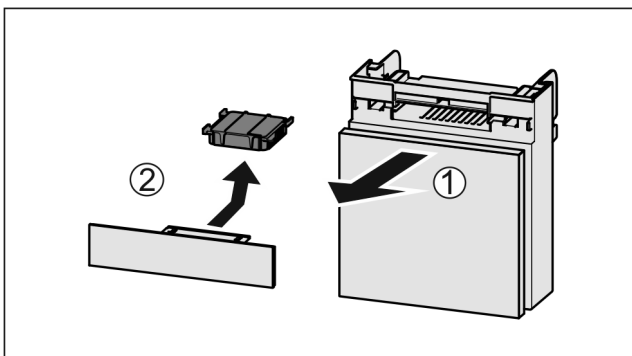

Fig. 152
- ▶ Trekk ut Fig. 152 (1) hyllen fremover.
- ▶ Ta ut Fig. 152 (2) aktivkullfilteret.